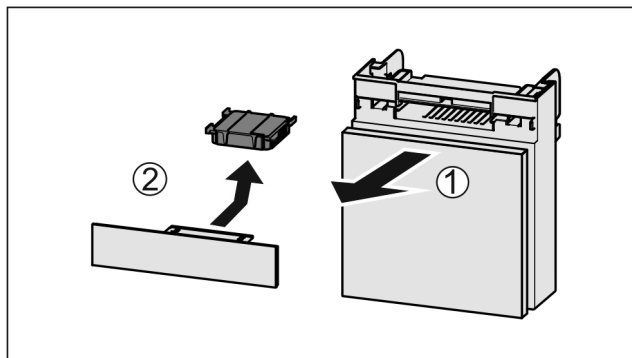

Fig. 103
- Extraire le compartiment par l'avant Fig. 103 (1).
- Sortir le filtre à charbon actif Fig. 103 (2).